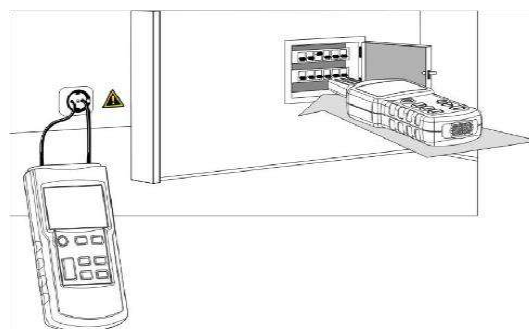

Fig.19
- Tilslut **Senderen** som vist i Fig.19.